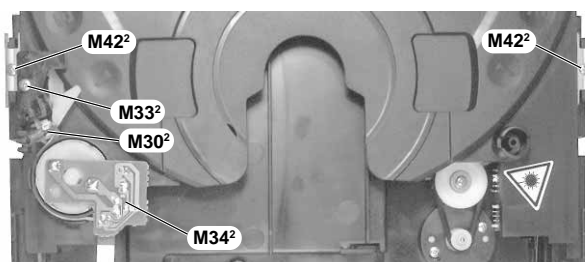

Fig. 10
- Bei Bedarf die Flachbandleitung zur Drehtellermotorplatte **M34²** lösen (Fig. 10).
- 2 Schrauben **M42²** (Fig. 10) heraus-schrauben und die Schubladenführungen **M41²** abnehmen.
- If necessary disconnect the ribbon cable to the disc turntable motor **M34²** (Fig. 10).
- Undo 2 screws **M42²** (Fig. 10) and take the tray guides **M41²** off.
- Schraube **M33²** (Fig. 10) herausschrauben und die Abdeckung M32² abnehmen.
- Die Feder **M30²** (Fig. 10) aushängen, den Hebel M27² und die Leiterplatte M28² herausnehmen.
- Undo screw **M33²** (Fig. 10) and take the cover M32² off.
- Detach spring **M30²** (Fig. 10), remove lever M27² and circuit board M28².